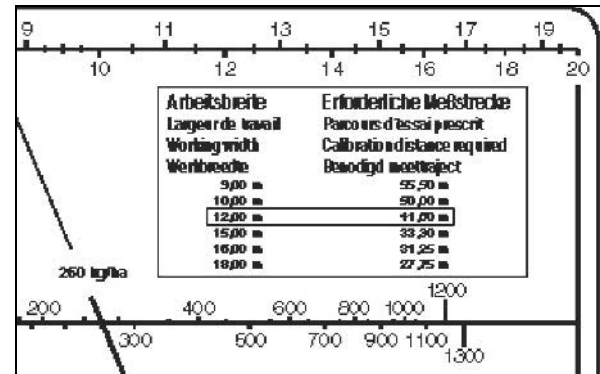

図 69
1. 収容容器 (図 69/1) をハンガーでホルダ (図 69/2) に掛けます。収容容器をクランプ装置 (図 69/3) にはめてください。
2. 排出シュートのサイドシャッター (図 69/4) を、ロープ (図 69/5) を引くことでおよそ 5 秒間完全に開いてください (肥料の流れを同等にするため)。このあとで、収容した肥料をブロードキャスターのタンクに再び入れてください。
- 圃場の条件で、つまり所定の一定の作業速度で、測定距離を開始点から終点まで正確に移動します。ここでは正確に測定距離開始点において、排出シュートのサイドシャッター (図 69/4) をロープ (図 69/5) で完全に開き (ストッパーまで引き)、終点において閉じます (ロープを放すと、ばね (図 69/6) がサイドシャッターをロック位置に移動させます)。